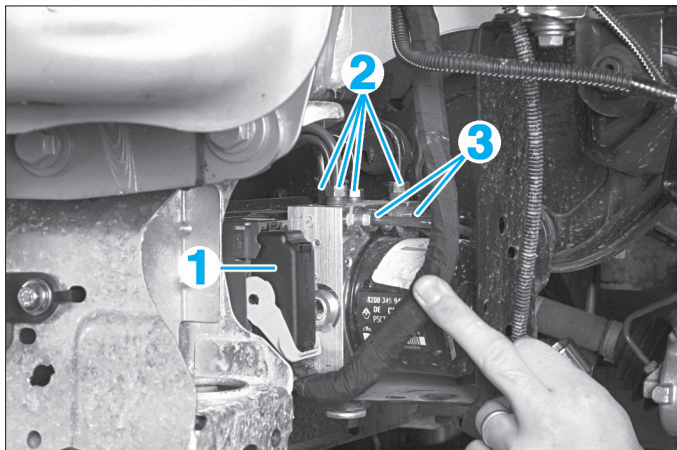
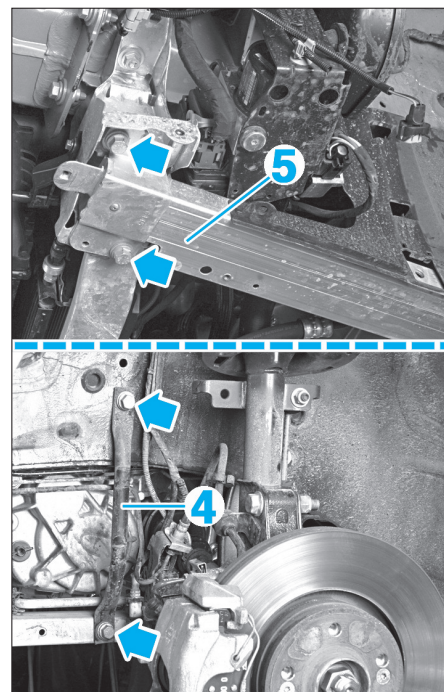

FIG. 23
FIG. 24
- Débrancher le connecteur ABS (1) (Fig.23).
- Déposer les tuyaux d'ABS supérieurs (2).
- Déposer les tuyaux d'ABS inférieurs (3).
- Déposer le (ou les) tirant(s) gauche (4) (Fig.24).
- Dévisser, sans les déposer, les 2 vis avant du renfort en aluminium (5).